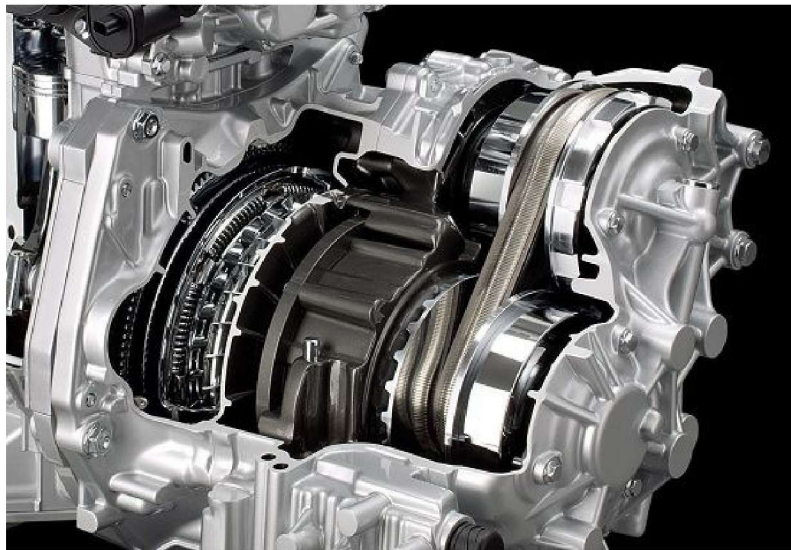

图 1-1-2 日产 XTRONIC CVT
2) 无级自动变速器, 简称 CVT, 是英文 Continuously Variable Transmission 的缩写, 它是采用传动带和工作直径可变的主、从动轮相配合来传递动力, 可以实现传动比的连续改变。这也是一种具有广阔发展前景的自动变速器, 目前在汽车上的应用已具有一定的市场份额。目前常见的是日产车系主推的 XTRONIC CVT, 如图 1-1-2 所示。